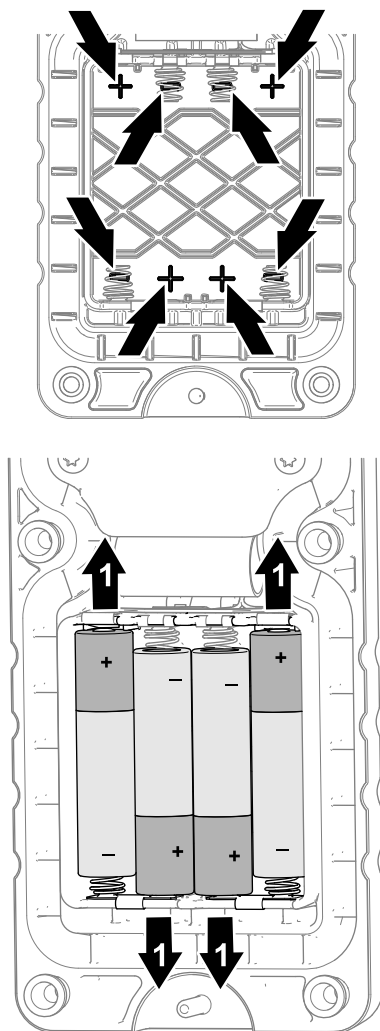

Figura 8
- Observando a polaridade como se mostra na Figura 8, insira as novas pilhas nas cavidades do terminal.
marcas de polaridade adequadas (Figura 8) que estão gravadas no compartimento das pilhas. Se instalar as pilhas inadequadamente, não danificará a máquina, mas o comando remoto não funcionará.